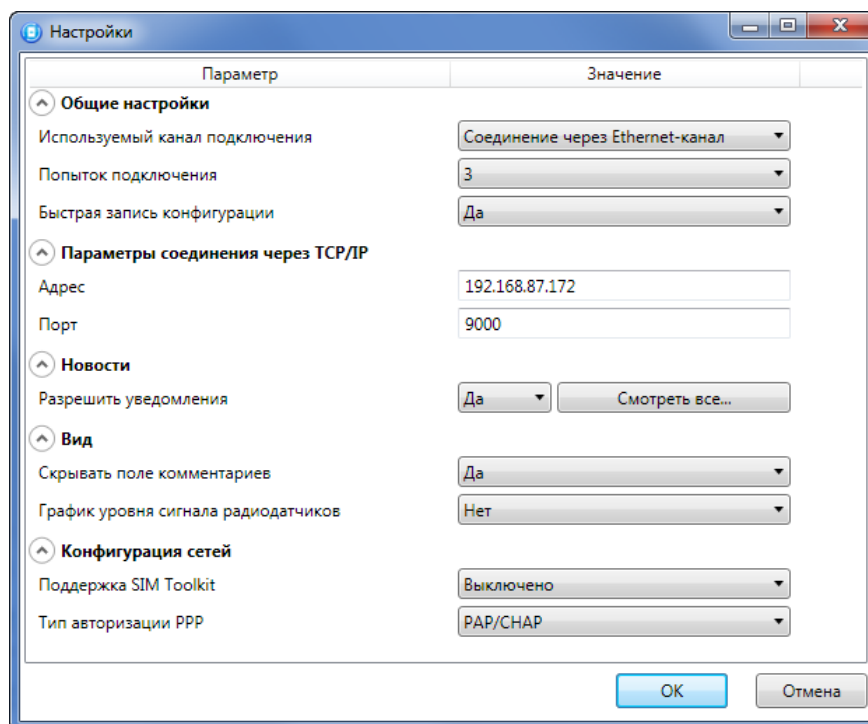

Рисунок 4.11 — Окно *Настройки*
- 2) В раскрывающемся списке *Используемый канал подключения* вариант *Соединение через Ethernet-канал* и укажите количество попыток подключения (см. рисунок 4.11).